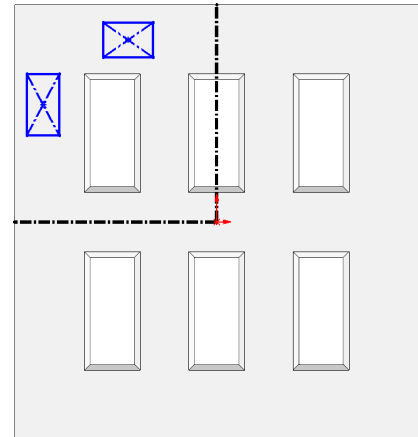

Fig. 25
Step 6. Sketch **2 rectangles**, **Fig. 25**.